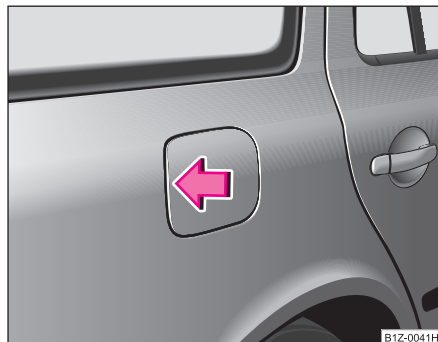

Fig. 182 Parte trasera del vehículo, lado derecho: Tapa del depósito de combustible
- Presionar el lado izquierdo de la tapa del depósito ⇒ fig. 182.